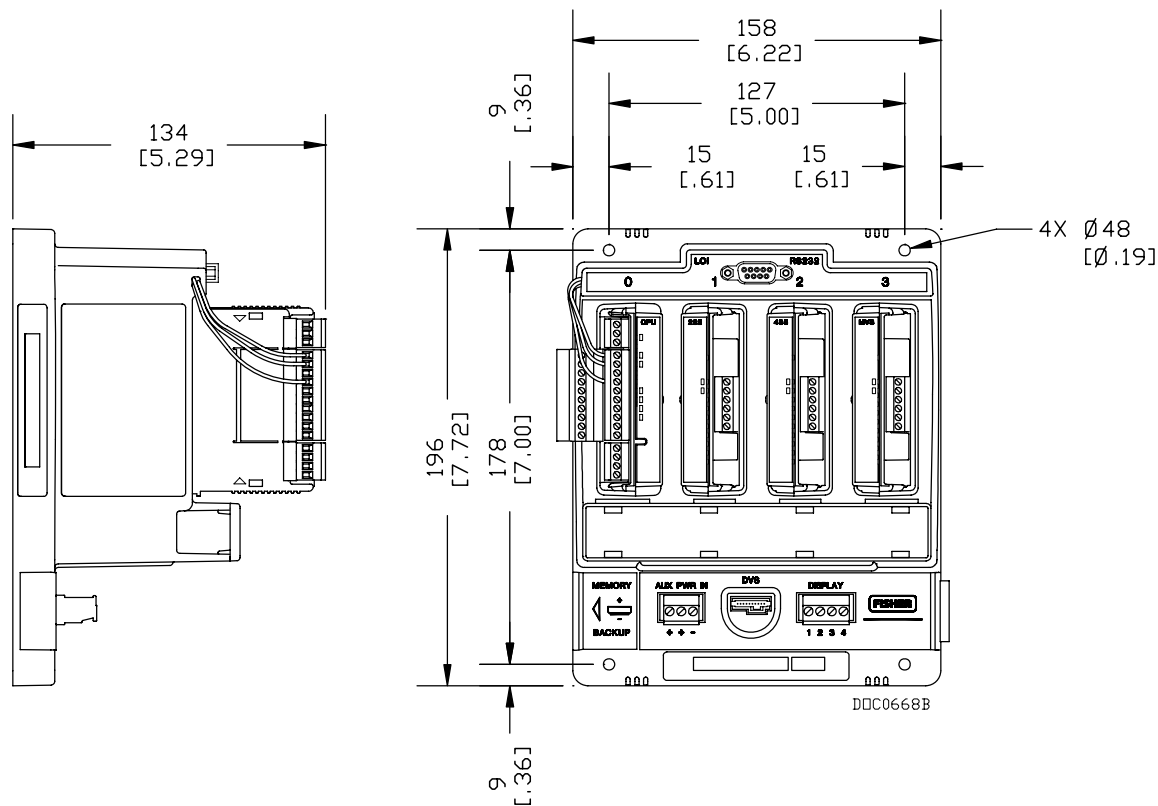

Рис. 2-1. Вид сбоку и спереди базового блока контроллера расхода FloBoss 107
1. Нанесите на стене четыре метки, соответствующие четырем отверстиям на базовом блоке контроллера FB107 (см. *Рис. 2-1*).